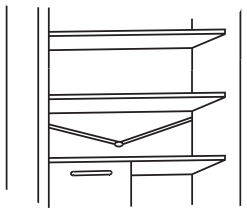

Abb.12
- Die Ablassleitung des Wassers (Abb. 12) im Kühlschrankbereich sauber halten, um Wasser darin zu vermeiden.